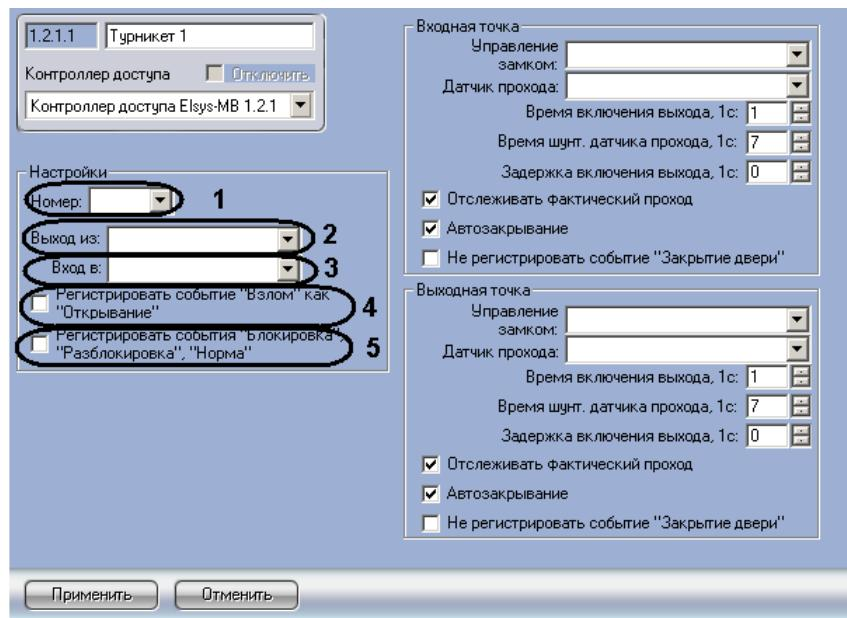

Рис. 3.4-16 Панель настроек объекта Туристикет
2. Перейти на панель настроек объекта **Туникет** (Рис. 3.4-16).
3. Из раскрывающегося списка **Номер:** выбрать адрес точки доступа (см. Рис. 3.4-16, 1).
4. Из раскрывающегося списка **Выход из:** выбрать объект **Раздел**, соответствующий территории, расположенной со стороны входа через считыватель (см. Рис. 3.4-16, 2).
5. Из раскрывающегося списка **Вход в:** выбрать объект **Раздел**, соответствующий территории, расположенной со стороны выхода через считыватель (см. Рис. 3.4-16, 3).
6. Если необходимо, чтобы в контроллере регистрировалось событие **Взлом** как событие **Открывание**, установить соответствующий флажок (см. Рис. 3.4-16, 4).
7. Для того чтобы в протоколе событий регистрировались события **Блокировка**, **Разблокировка**, **Норма**, необходимо установить соответствующий флажок (см. Рис. 3.4-16, 5).